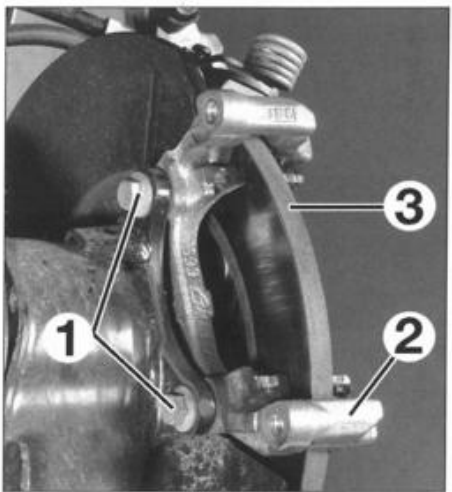

FIG. 18
- los tornillos del soporte de la pinza (1) (fig. 18).
- el soporte de pinza (2).